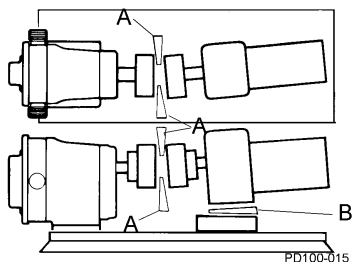

Figura 19: Comprobación de la alineación angular
1. Con el uso de calibradores planos o cónicos (Figura 19, renglones A y B), compruebe la alineación en cuatro puntos separados 90 grados en la periferia del acople; **ajuste el acople para una misma holgura en los cuatro puntos.**